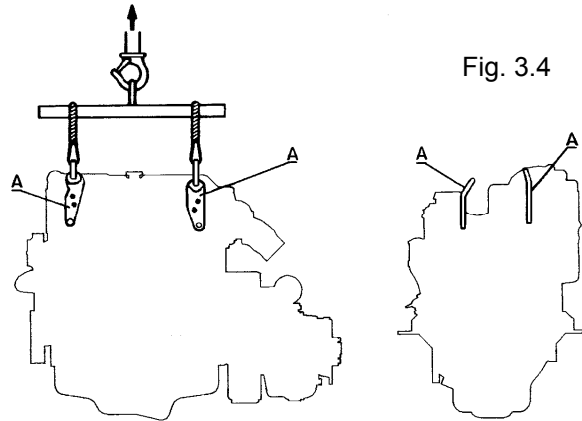

Fig. 3.4
Choose the lifting equipment with reference to heading 3.3. Para transportar el motor desembalado, servirse EXCLUSIVAMENTE de los cáncamos (A) Ver la fig. 3.4.